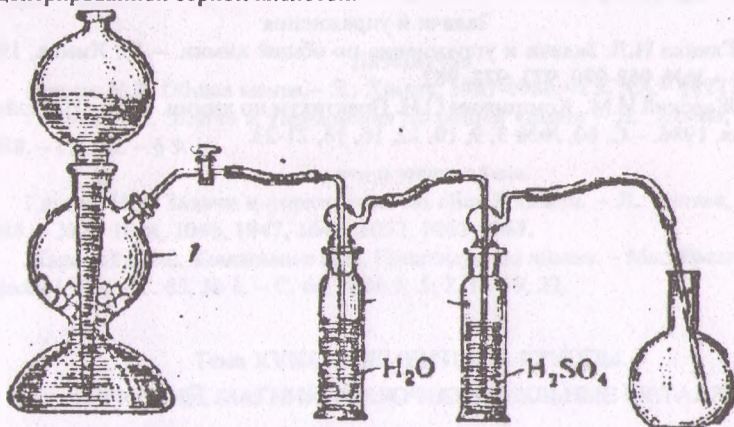

Рис. 1. Установка для получения углекислого газа
Для выполнения работы используют установку, изображенную на рис. 1. Углекислый газ получают в аппарате Киппа (1) при действии соляной кислоты на мрамор. Газ освобождают от примеси хлористого водорода и высушивают пропусканием через склянки, заполненные водой и концентрированной серной кислотой.